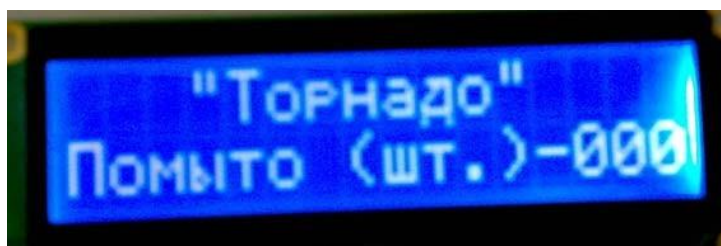

Рис. 6.2.
5.5. В ждущем режиме дисплей отображает количество помытых колес (рис.6.2). При достижении количества равного 300 колес** на экране высветится надпись «Замените воду» и перестанут запускаться программы. Для обнуления счетчика и сброса сообщения необходимо, не выключая питания, нажать и удерживать кнопку «Обдув воздухом «V» до тех пор пока сообщение не пропадет (3-5с)